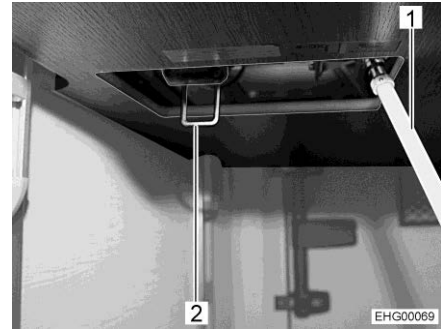

Fig. 100 Manovella nel garage di coda
- ▷ Prima di utilizzare il letto, accertarsi che la leva (Fig. 100,2) si trovi in posizione chiusa (orizzontale) per l'arresto.
- Fissare la manovella (Fig. 100,1) sul perno dell'azionamento.
- Ruotare verso il basso la leva (Fig. 100,2) in posizione verticale.
- Per sollevare il letto: ruotare la manovella (Fig. 100,1) in senso orario.
- Per abbassare il letto: ruotare la manovella (Fig. 100,1) in senso antiorario.
- Ruotare verso l'alto la leva (Fig. 100,2) in posizione orizzontale.